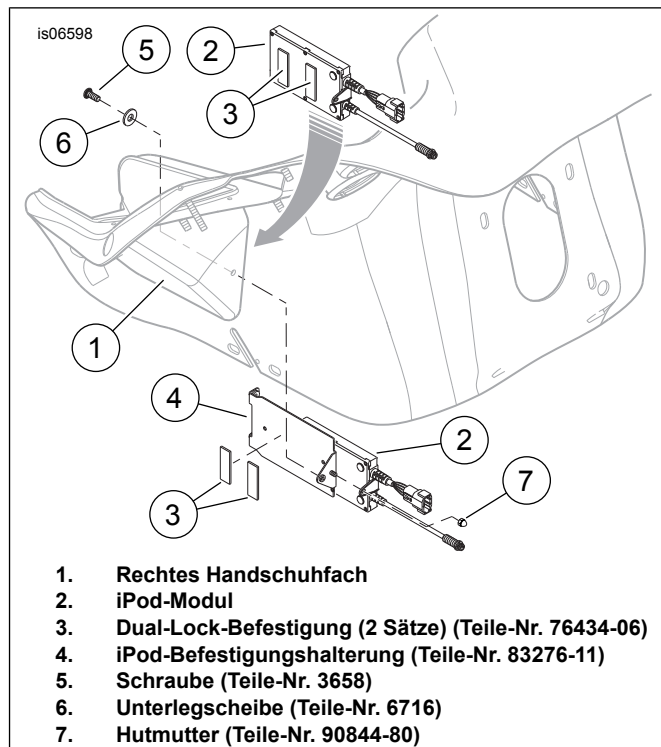

Abbildung 2. Alternative Befestigungsarten des iPod-Moduls für FLTR- und FLTRX-Modelle
**Für Modelle FLTR und FLTRX** kann das iPod-Schnittstellenmodul auf der Innenverkleidung an der rechten Handschuhfach-Innenwand mit einer dieser Methoden befestigt werden (siehe Abbildung 2):